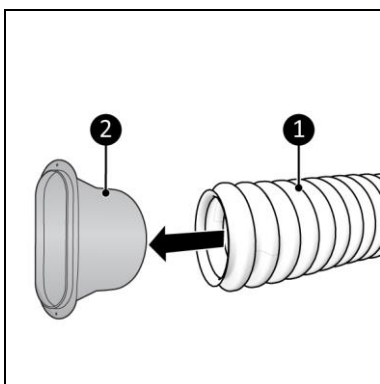

Figure 9
2. Reliez le raccordement de kit de fenêtre (Figure 9, pos. 2) à l'autre extrémité du flexible de sortie d'air chaud (Figure 9, pos. 1).